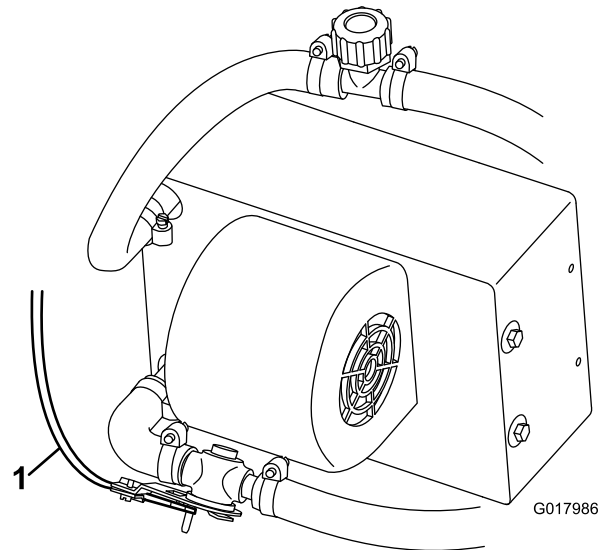

Bild 24
8. Verlegen Sie das Heizungssteuerkabel zum Heizungsventil und schließen Sie es an (Bild 24).